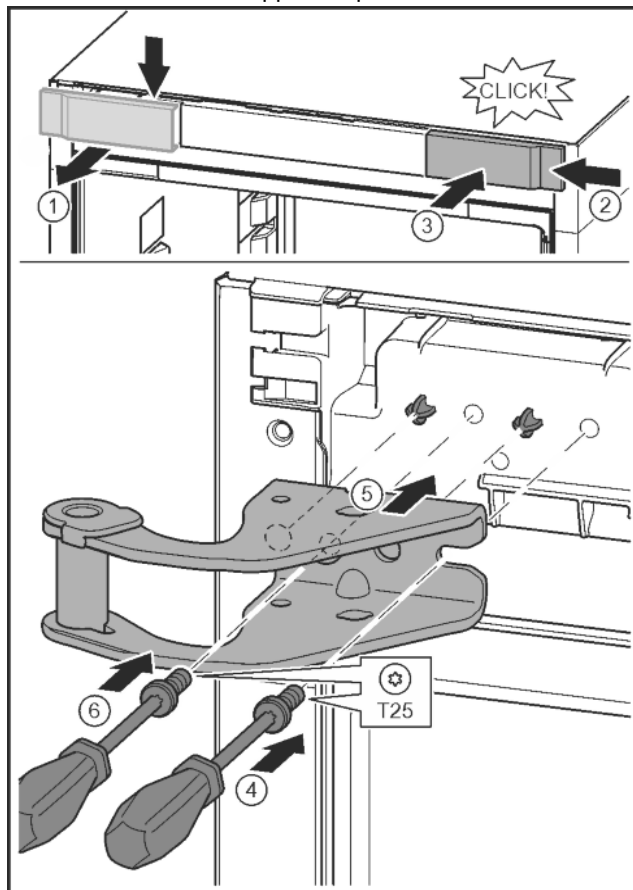

Fig. 12
- ▶ Libérer le cache et le retirer latéralement. Fig. 12 (1)
- ▶ Accrocher le cache tourné de 180° de l'autre côté à droite. Fig. 12 (2)
- ▶ Encliqueter le cache. Fig. 12 (3)
- ▶ Mettre en place la vis avec un tournevis T25. Fig. 12 (4)
- ▶ Mettre en place le support de palier supérieur. Fig. 12 (5)
- ▶ Serrer la vis. Fig. 12 (4)
- ▶ Mettre en place la vis avec un tournevis T25 et la serrer. Fig. 12 (6)